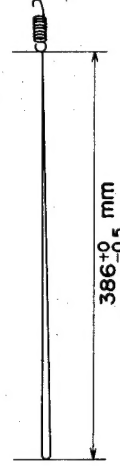
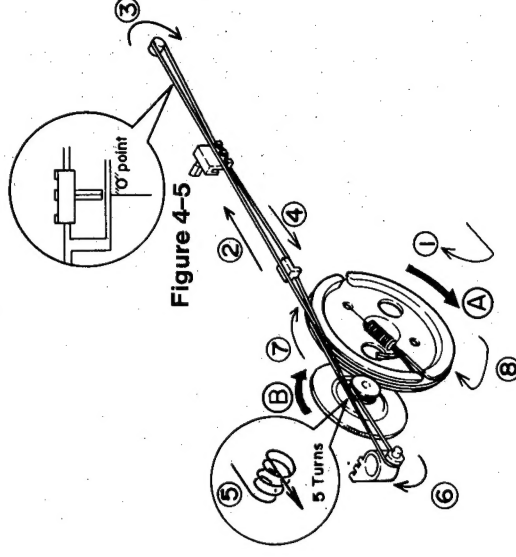

Figure 4-4
Figure 4-5
1. Turn the drum fully in the direction (A) shown in Fig. 4-4 and stretch its cord over the parts in the numerical order.
2. Then turn the tuning control shaft fully in the direction (B) shown in Fig. 4-4 and fix its pointer as shown in Fig. 4-5.
1. Die Trommel gemäß Abb. 4-4 bis zum Anschlag in Richtung A drehen, dann die Schnur in der numerischen Reihenfolge über die einzelnen Teile spannen.
2. Die Abstimmschraube gemäß Abb. 4-4 bis zum Anschlag in Richtung B drehen, dann den Zeiger gemäß Abb. 4-5 befestigen.
1. Tourner le tambour entièrement dans le sens A montré sur la Fig. 4-4 et passer le cordon sur les organes indiqués et dans l'ordre numérique.
2. Tourner l'arbre de commande d'accord entièrement dans le sens B montré sur la Fig. 4-4 et fixer son index comme le montre la Fig. 4-5.